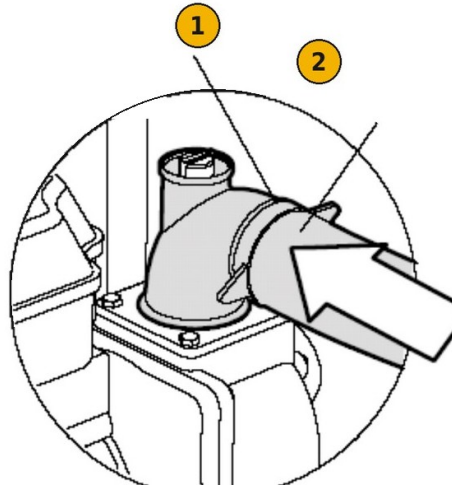

FIG. 6 — Ligação da mangueira de compressão: 1 abraçadeira; 2 mangueira
- 2) Introduza a mangueira de compressão e fixe-a firmemente com a abraçadeira restante (FIG. 6), para que não se solte com a pressão da água.